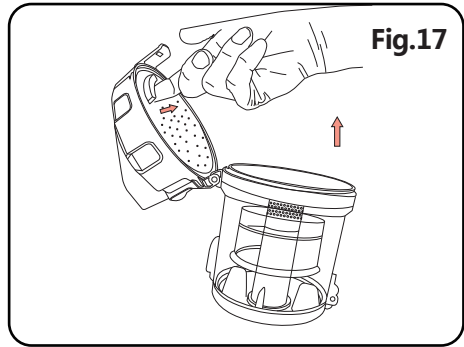

Fig.17
(4) Como en la fig.17, Retire la cubierta del filtro HEPA.